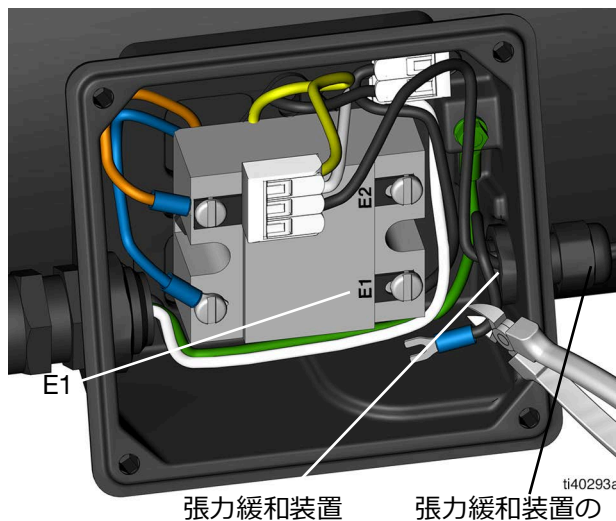

図 11
8. ドライバーを使用して、圧力スイッチワイヤーを E1 から取り外します。黄色と白のケーブルが含まれるコネクタから、もう一方の圧力スイッチのワイヤーを抜きます（図 11）。
9. 圧力スイッチワイヤー（図 11）をフォーク コネクタで切断します。
10. 張力緩和装置のナットを緩めます（図 11）。
11. 圧力スイッチのワイヤーを張力緩和装置を通して端子箱から引き抜きます（図 11）。